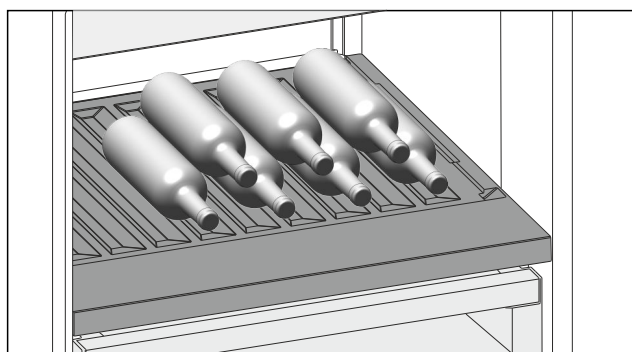

Fig. 166 Eksempelfremstilling
- Legg inn flaskene med bunnen bakover mot bakveggen. (se Fig. 166)